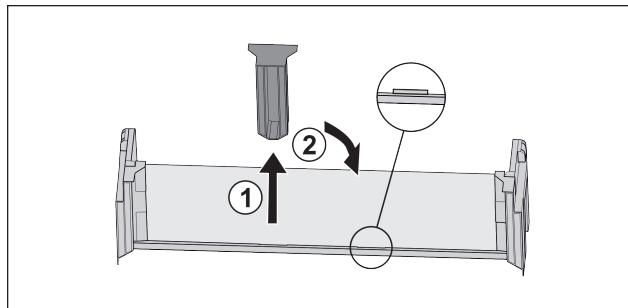

Fig. 124
- Витягнути середню деталь для підтримки Fig. 124 (1).
- Вставити середню деталь для підтримки на друге положення Fig. 124 (2).